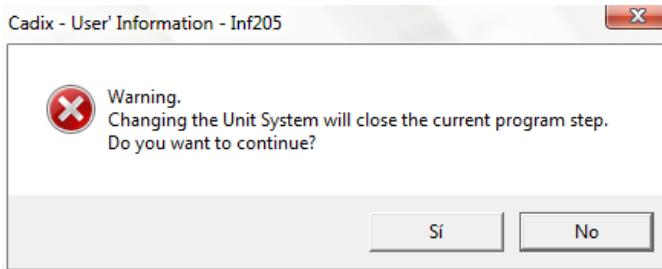

Figura 5.84: Cambio de unidades del sistema
- **Unidad del sistema:** indica las unidades de medida en que se está realizando el proyecto, en este caso en unidades métricas. Para cambiar de unas unidades a otras hay que pinchar encima de la unidad y saldrá una ventana (figura 5.84), que informa que del cuidado que hay que tener con dicho cambio ya que se cerrará la fase de proyecto actual, si se está de acuerdo pinchar en "Sí" y se cambiarán las unidades, sino pinchar en "No" y permanecerán las primeras unidades.